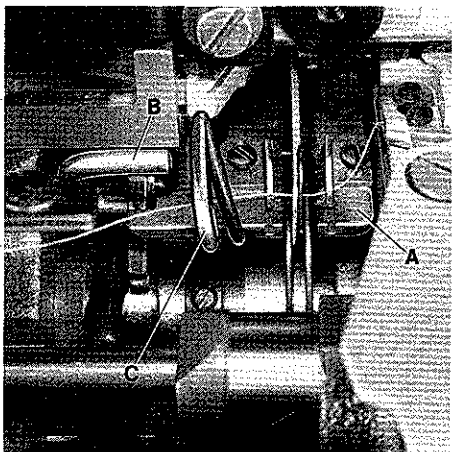
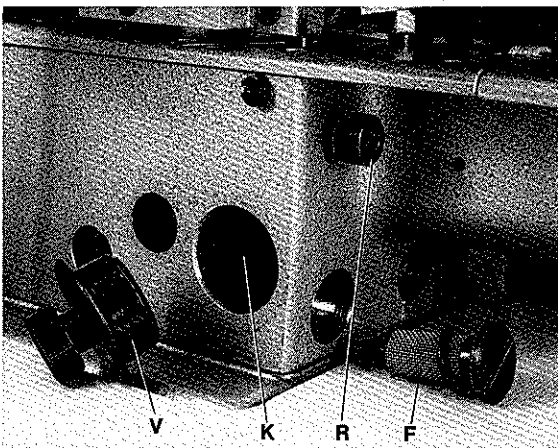
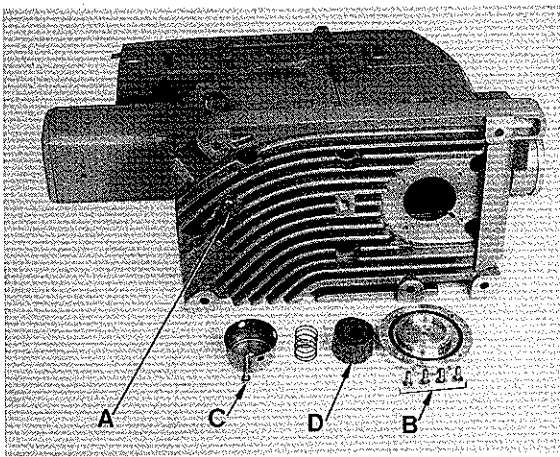

Fig. 7
Fig.9
Fig.11
For easier threading of the looper thread, the cast-off plate (A, Fig. 7) will flip-up when pressing lever (B). After threading push the cast-off (A, Fig. 7) at lever (C) back to its home position (see Fig. 8).
For cleaning, the cast-off plate (A, Fig. 7) can be removed completely. Rotate pulley until the flat side of take-up points up. Flip-up cast-off plate by pressing lever (B) and turn out thumb screw (R, Fig. 9). Make sure that the cast-off plate is positioned above the flip-up spring when reassembling.
Zum besseren Einfädeln des Greiferfadens kann die Fadenabzugsplatte (A, Fig. 7) durch Drücken des Hebels (B) nach oben ausgeschwenkt werden. Nach dem Einfädeln wird die Fadenabzugsplatte (A, Fig. 7) am Hebel (C) wieder in ihre Ausgangsstellung zurückgedrückt (siehe Fig. 8).
Zum Reinigen kann die Fadenabzugsplatte (A, Fig. 7) ganz herausgenommen werden. Drehen Sie am Handrad bis die flache Seite des Fadenaufnehmers oben ist. Schwenken Sie durch Drücken des Hebels (B) die Platte nach oben und drehen Sie die Rändelschraub (R, Fig. 9) heraus. Setzen Sie die Fadenabzugsplatte wieder so ein daß sie oberhalb der zum Hochdrücken dienenden Feder liegt.
The main oil filter (D, Fig. 11) and the oil filter (F, Fig. 9) have to be cleaned in petroleum at every oil change. The main oil filter (D, Fig. 11) is accessible when removing screws (B) and (C). The oil filter (F, Fig. 9) can be removed by turning it counterclockwise.
Chamber (K, Fig. 9) behind plug (V, Fig. 9) has to be cleaned daily.
Der Hauptölfilter (D, Fig. 11) und der Ölfilter (F, Fig. 9) müssen bei jedem Ölwechsel in Petroleum gereinigt werden. Der Hauptölfilter (D, Fig. 11) ist nach Lösen der Schrauben (B) und (C) zugänglich. Der Ölfilter (F, Fig. 9) wird durch Drehen im Gegenuhrzeigersinn entfernt.
Die Kammer (K, Fig. 9) hinter dem Verschluss-Stopfen (V, Fig. 9) muß täglich gereinigt werden.